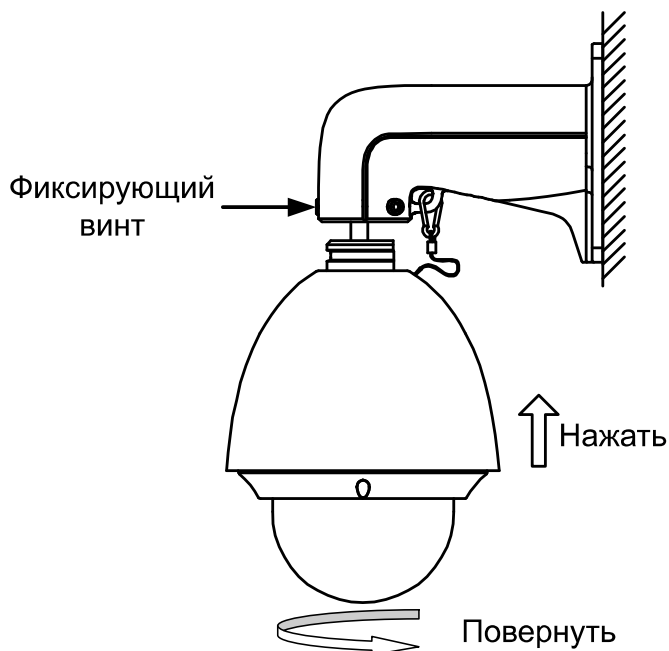

Рис. 2.12. Монтаж видеокамеры на кронштейн
5. Приставьте видеокамеру к кронштейну и, плотно прижав к нему, поверните ее по часовой или против часовой стрелки, как показано на Рис. 2.12.